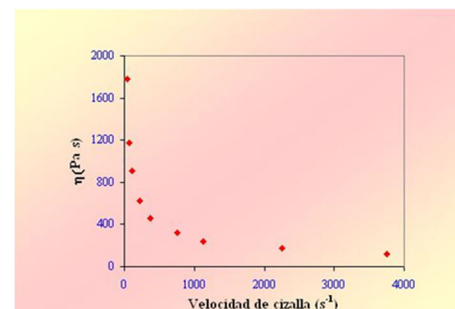

Fig. 2. Pseudoplasticidad por esfuerzo constante
- [6] Iván. (18 de Abril de 2022). Ilustración 2. Fluido no newtoniano dentro de otra bolsa en un congelador. Madrid, Moncloa, España.